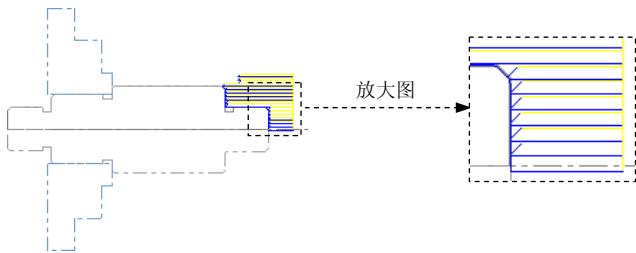

图 18.13 刀具路径
Step6. 单击“车床粗加工 属性”对话框中的  按钮，完成粗车参数的设置，此时系统将自动生成图 18.13 所示的刀具路径。